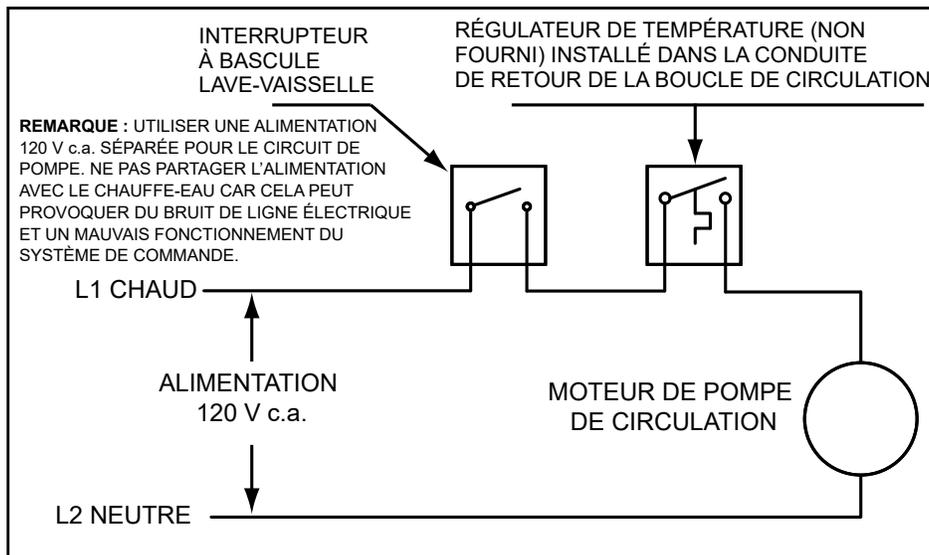

Figure 71. Schéma de câblage de la pompe de circulation - Interrupteur à bascule de la boucle de lave-vaisselle
7. Si une pompe est installée dans un circuit recirculation entre le chauffe-eau et un conducteur de lave-vaisselle commercial comme à la *Figure 71* (page 72).